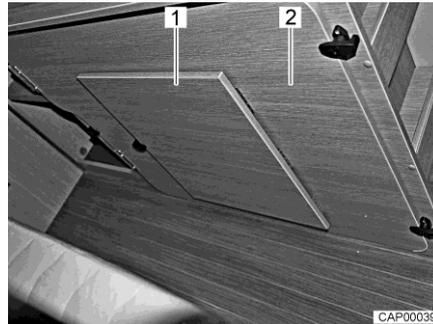

Bild 50 Einlegebrett am rechten Bettkasten
- Zusätzliches Einlegebrett (Bild 50,2) vom rechten Bettkasten im Heck abnehmen.
- Fußstütze (Bild 50,1) am Einlegebrett ausklappen.